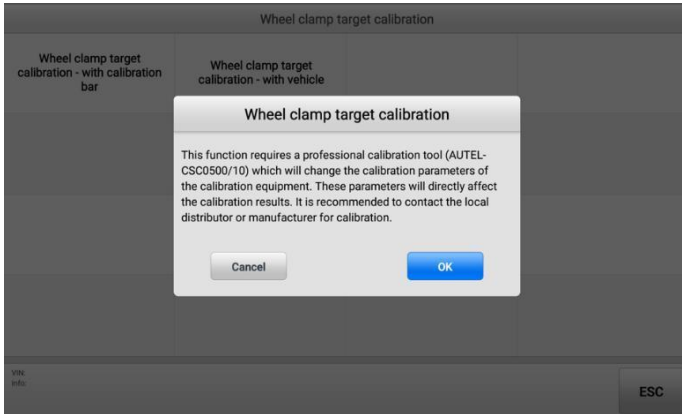

Abbildung 5-19 Kalibrierungsmethode auswählen
4. Wählen Sie **Radklammer-Zielkalibrierung - mit Fahrzeug** auf der rechten Seite des Bildschirms. Siehe Abbildung 5-19 Kalibrierungsmethode auswählen.